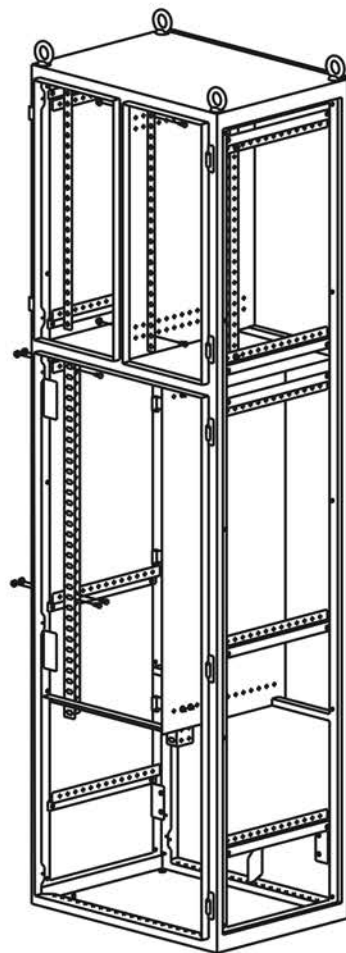

Рисунок 3
4.3.2 Приложите уголок вертикальный с внутренней стороны к боковым профилям корпуса на нужной высоте и глубине с учётом перфорации и закрепите комплектом соединительным КС (рисунок 2). При установке уголков в корпус ВРУ-3 один из уголков прикручивается к внутренней разделительной перегородке (рисунок 3). Момент затяжки – 5 Н·м.